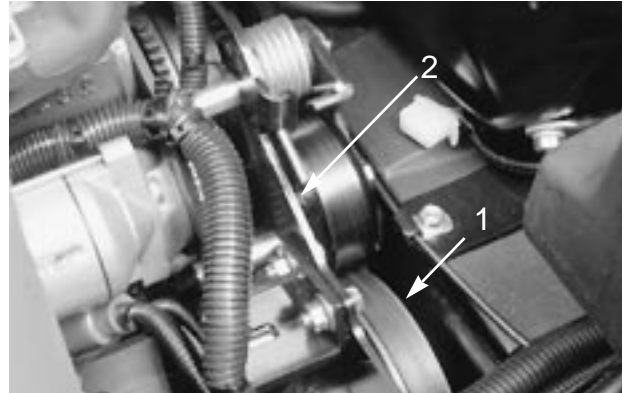

図 50
2. スプリングの端部（図50）を押して下げ、さらに前方に押すとスプリングがフックから外れる。